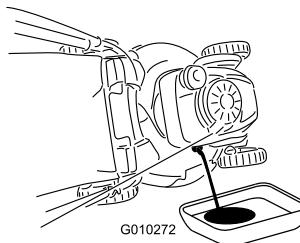

Figura 27
5. Coloque un recipiente junto al lado **derecho** del cortacésped (Figura 27).